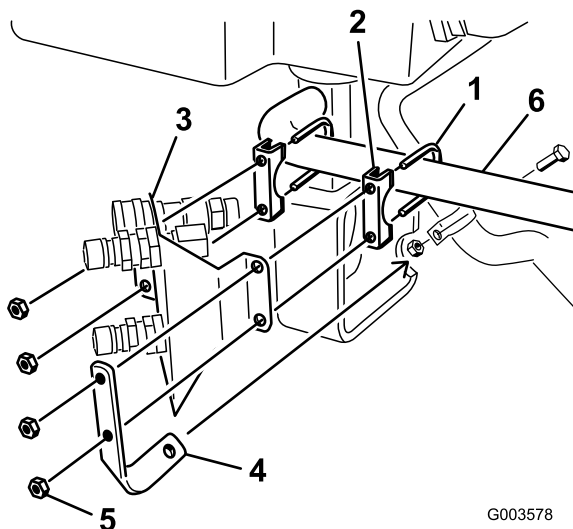

Figura 9
2. Montate la staffa di ancoraggio del flessibile e la staffa dell'accoppiatore ai morsetti del silenziatore. Non serrate i dadi a questo punto. Per montare i tubi idraulici, la staffa dell'accoppiatore deve essere allentata (Figura 9).